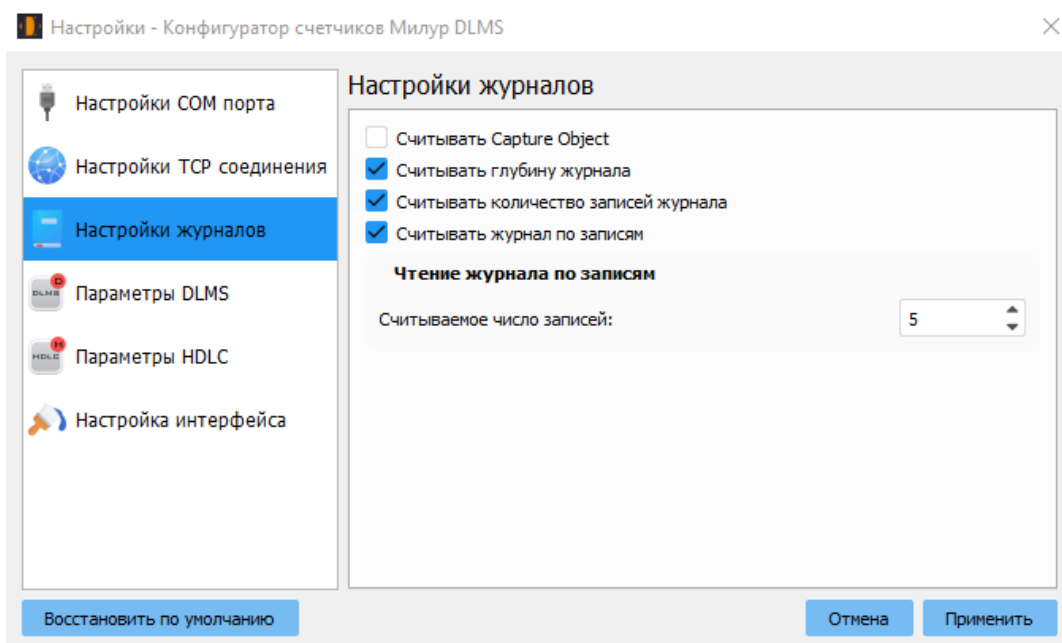

Рисунок 4
4.2.3 «Файл» → «Настройки» → «Настройки журналов» (рисунок 4).